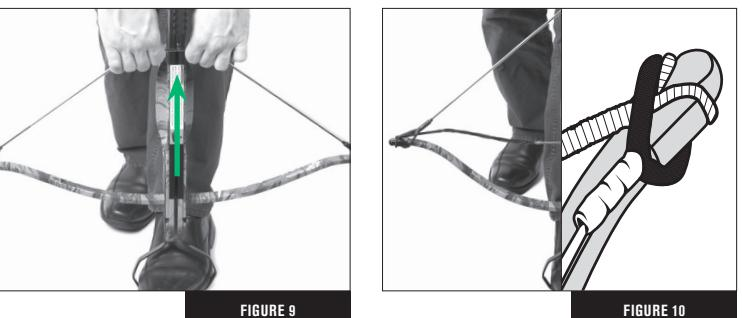

FIGURE 9
3. Con el pie firmemente apoyado en el estribo, tire del encordador hacia arriba hasta que se bloquee con seguridad en el mecanismo del gatillo (Fig. 9).